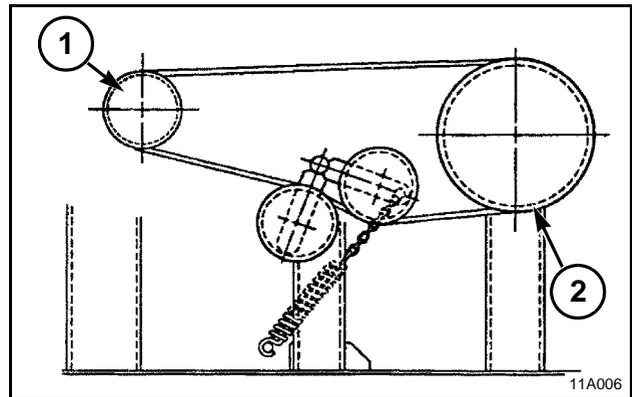

FIG. 136
FIG. 136: Cuando la polea menor (1) se instala en el eje del picador y la polea mayor (2) se instala en el contraeje, el rotor del picador girará a alta velocidad (2949 rpm).